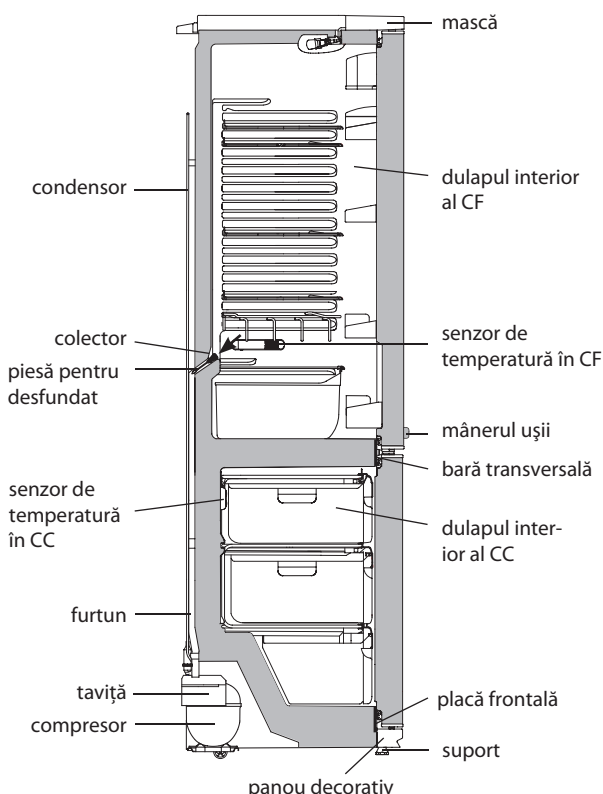
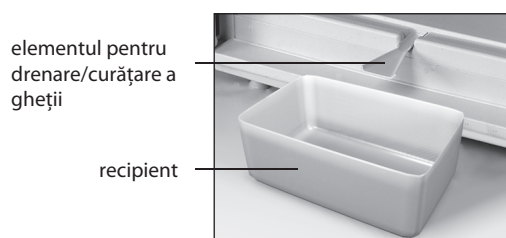

Figura 7 — Schema scurgerii apei rezultate în urma topirii din CF
Figura 8 – Colectarea apei rezultate în urma topirii din CF
5.1.1 În CF se folosește un sistem automat de dezghețare. Bruma care apare pe peretele din spate al CF, se topește în timpul ciclului de dezghețare la deconectarea compresorului și se transformă în picături de apă. Picăturile de apă rezultată în urma topirii se scurg în colector, apoi prin gaura acestuia și prin furtun - în tavița de pe compresor, în conformitate cu figura 7 și se evaporă.
Pentru eliminarea înfundării folosiți piesa corespunzătoare și curățați gaura colectorului, astfel ca apa să se scurgă liber în taviță, apoi spălați piesa și instalați-o în conformitate cu figura 7.
SE INTERZICE să utilizați frigiderul cu sistemul de scurgere înfundat. Apa care a apărut pe fundul CF sau care a ajuns în locul de alăturare a barei transversale și a dulapului interior al CF, în conformitate cu figura 7, poate provoca coroziunea dulapului exterior al frigiderului și elementelor agregatului frigorific, defectarea izolației termice, formarea crăpăturilor dulapului interior și defecțiunea frigiderului.
ATENȚIE! Nu puneți produsele în CF prea aproape de senzorul de temperatură, care este situat pe peretele drept al CF, în conformitate cu Figura 7.
ATENȚIE! Nu puneți produsele în CC prea aproape de senzorul de temperatură, care este situat pe peretele din spate al CC, în conformitate cu Figura 7.
- instalați în conformitate cu figura 8 elementul de masă plastică pentru drenare și orice vas recipient cu volumul de nu mai puțin de 2 litri pentru a colecta apa rezultată în urma topirii;
SE INTERZICE să decongeleți congelatorul fără utilizarea elementului pentru drenare instalat în conformitate cu figura 8. Apa rezultată în urma topirii care se scurge din cameră afară de elementul pentru drenare, pătrunzând în locul de alăturare a plăcii frontale la dulapul interior în conformitate cu figura 7, poate provoca coroziunea dulapului exterior al congelatorului și a elementelor agregatului frigorific, defectarea izolației termice, formarea crăpăturilor dulapului interior și defectarea dulapului congelatorului.